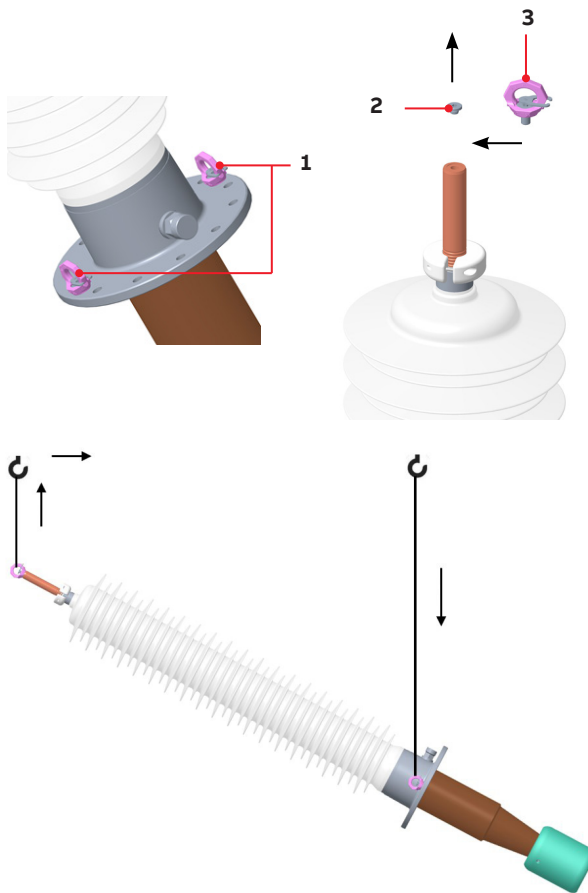

Fig. 4
— Note Fig. 4
- Ø THE WEIGHT OF THE BUSHING MUST NOT BE SUPPORTED BY THE CRANE EYE (3) SHOWN IN FIG.4